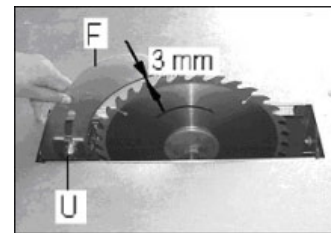

Рис. 15
Расклинивающий нож (F, Рис.15) закрепляется с помощью гайки (U).